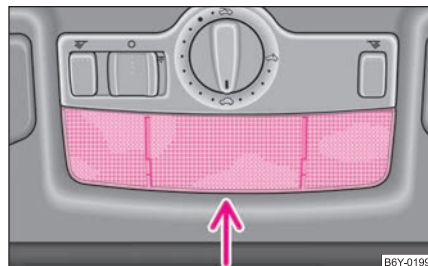

Fig. 177 Déposer l'éclairage intérieur
- Enlevez le diffuseur (voir flèche) du boîtier par le bas ⇒ fig. 177.